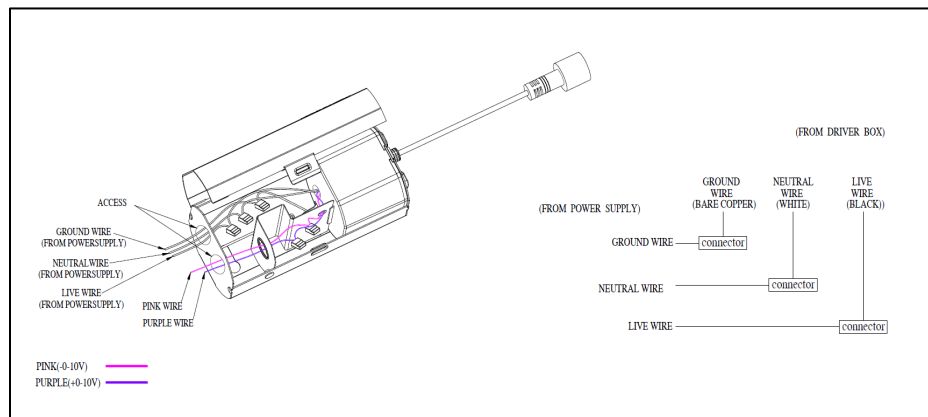

Figure 18
3. Ouvrez le couvercle du boîtier du pilote distant. Poussez et retirez les ouvertures défonçables appropriées sur la plaque latérale pour s'adapter au type d'alimentation électrique utilisé. Localisez les câbles d'alimentation du boîtier de commande à distance et connectez-les à la source d'alimentation à l'aide des connecteurs à insérer (fournis). Connectez le fil noir au fil sous tension, le fil blanc au fil neutre et le fil de terre en cuivre à la terre (comme illustré sur la figure 18) et fixez-le à l'aide d'un connecteur à insérer; Les fils rose et violet s'appliquent uniquement aux luminaires MVOLT à gradation 0-10 V. Fermez le couvercle de la boîte.